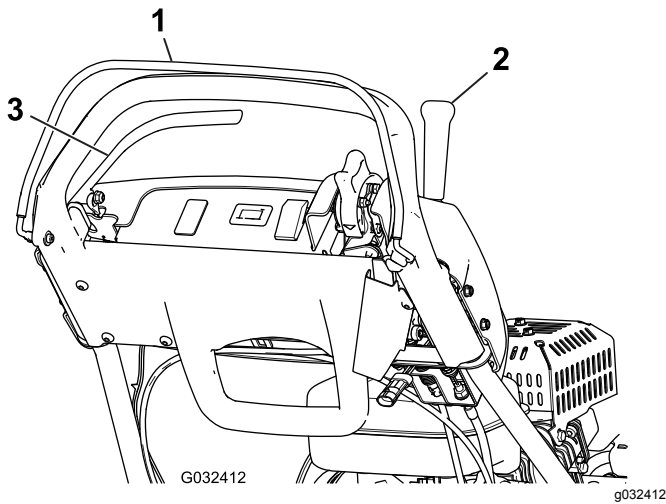

图29
3. 放开操作员到位控制装置后尝试接合牵引杆图29。牵引杆**应该不能**接合。如果牵引杆能够接合则需要对联锁系统进行维修。请在操作机器之前纠正该问题请参阅 维修牵引联锁开关 \(页码 29\)。
4. 压下操作员到位控制装置并接合牵引杆然后松开操作员到位控制装置图29。牵引杆**应**脱离。如果牵引杆不能分离则需要对联锁系统进行维修。请在操作机器之前纠正该问题请参阅 维修牵引联锁开关 \(页码 29\)。
5. 压下操作员到位控制装置并将换挡控制杆移至左侧接合牵引和滚刀驱动装置然后松开操作员到位控制装置图29。牵引杆**应**脱离。如果牵引杆不能分离则需要对联锁系统进行维修。请在操作机器之前纠正该问题请参阅 维修牵引联锁开关 \(页码 29\)或 调整滚刀控制装置 \(页码 32\)。
6. 压下操作员到位控制装置并将换挡控制杆移至左侧接合牵引和滚刀驱动装置将换挡控制杆移至右侧分离滚刀驱动装置图29。滚刀驱动装置**应**分离。如果滚刀驱动不能分离则需要对联锁系统进行维修。请在操作机器之前纠正该问题请参阅 调整滚刀控制装置 \(页码 32\)。
2. 按下 OPC 可使牵引杆接合并使发动机控制装置处于启动位置图29尝试启动发动机。发动机**不应**启动。如果发动机启动则需要对联锁开关进行维修。请在操作机器之前纠正该问题请参阅 维修牵引联锁开关 \(页码 29\)。
2. 分离牵引杆接合刹车并使发动机控制装置处于启动位置图29尝试启动发动机。发动机**应**启动。如果发动机没有启动则需要对联锁开关进行维修。请在操作机器之前纠正该问题请参阅 维修刹车联锁开关 \(页码 30\)。
3. 发动机运行时接合脚踏刹车而非手刹锁压下操作员到位控制装置并接合牵引杆图29。发动机应慢慢减速但不应熄火。如果发动机快速关闭则需要对联锁开关进行维修。请在操作机器之前纠正该问题请参阅 维修刹车联锁开关 \(页码 30\)。
4. 发动机运行时接合手刹锁定装置按下操作员到位控制装置并接合牵引杆图29。发动机**应**关闭。如果发动机没有关闭则需要对联锁开关进行维修。请在操作机器之前纠正该问题请参阅 维修刹车联锁开关 \(页码 30\)。